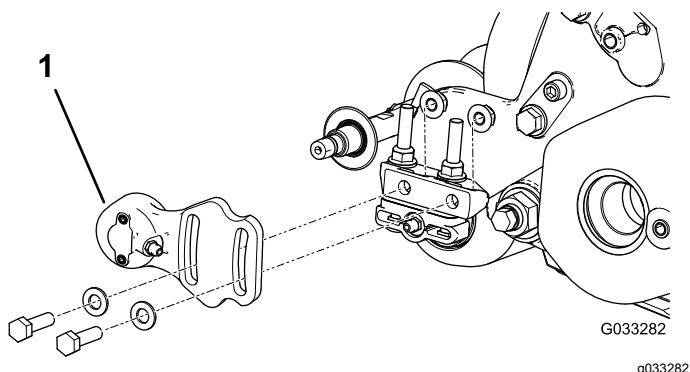
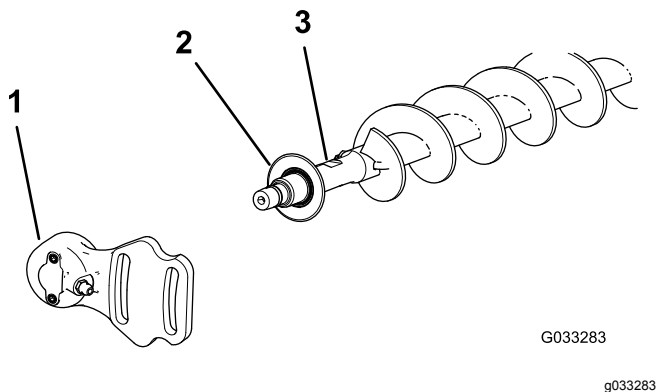

図 17
図 18
1. すでにローラブラシが取り付けられている場合は、駆動側でない方のベアリングハウジングをベアリングハウジング取り付けブラケットに固定しているボルト2本、ワッシャ、ナットを取り外す 図 17 と 図 18。
2. ブラシのシャフトから、非駆動側ベアリングハウジングとエクスクルーダシールを外す 図 18。
9. 非駆動側ベアリングハウジングとエクスクルーダシールをブラシシャフトに取り付ける 図 18。